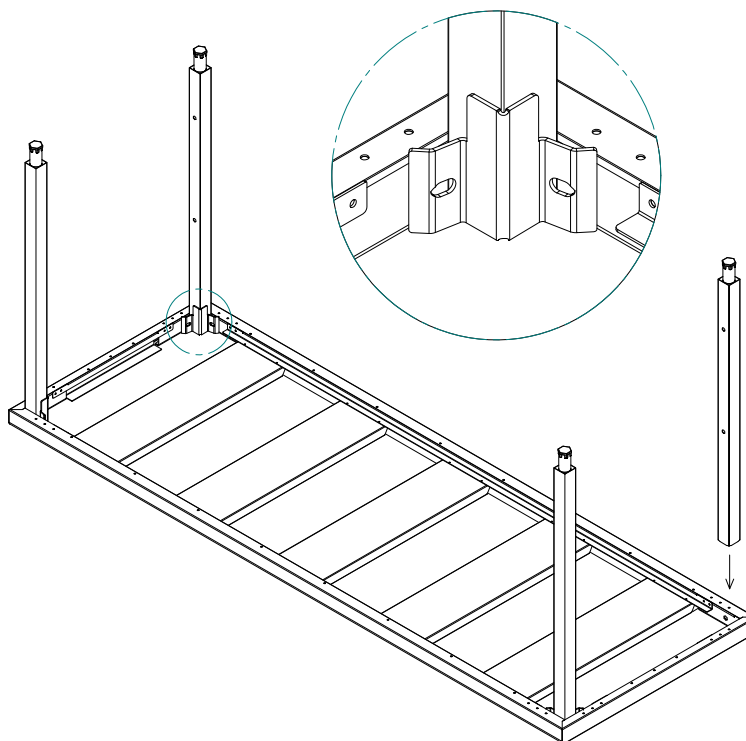

FIGURA 1
2. Colocar cada una de las patas contra la parte inferior de la encimera situándolas éstas en las esquinas. (Figura 1)